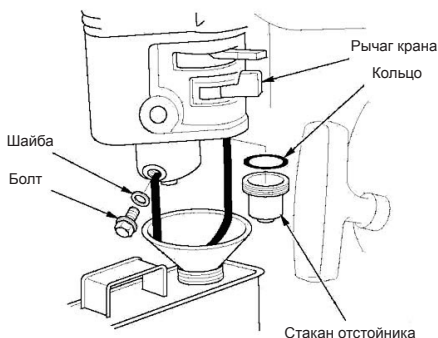

Рис.36
1. Поместите подходящую емкость для топлива под карбюратор (Рис.36), и используйте воронку, чтобы не пролить топливо.